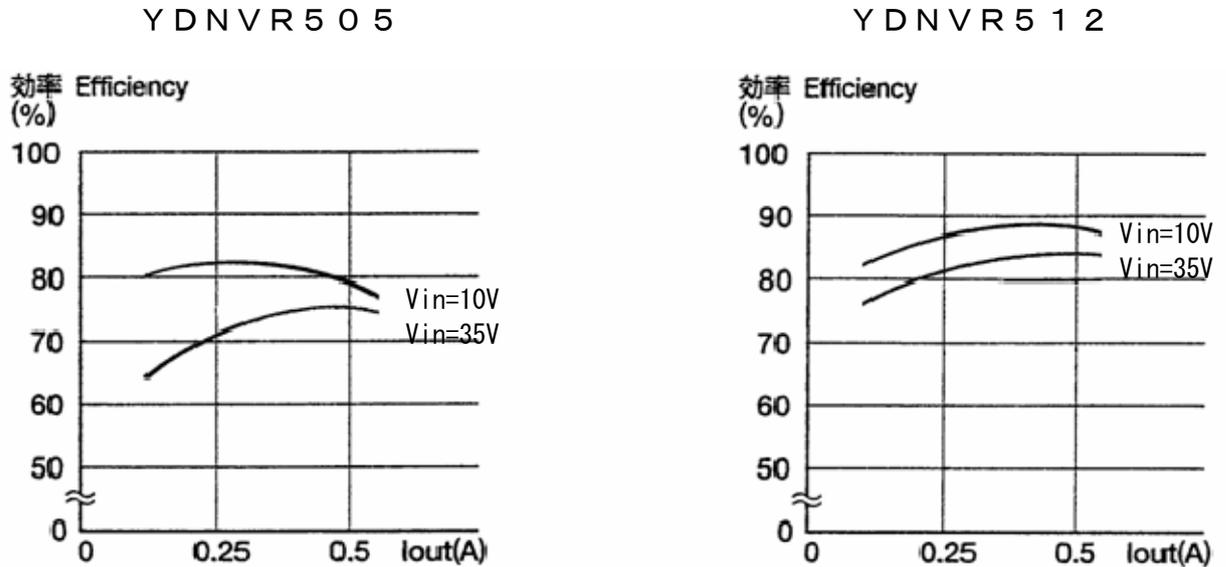
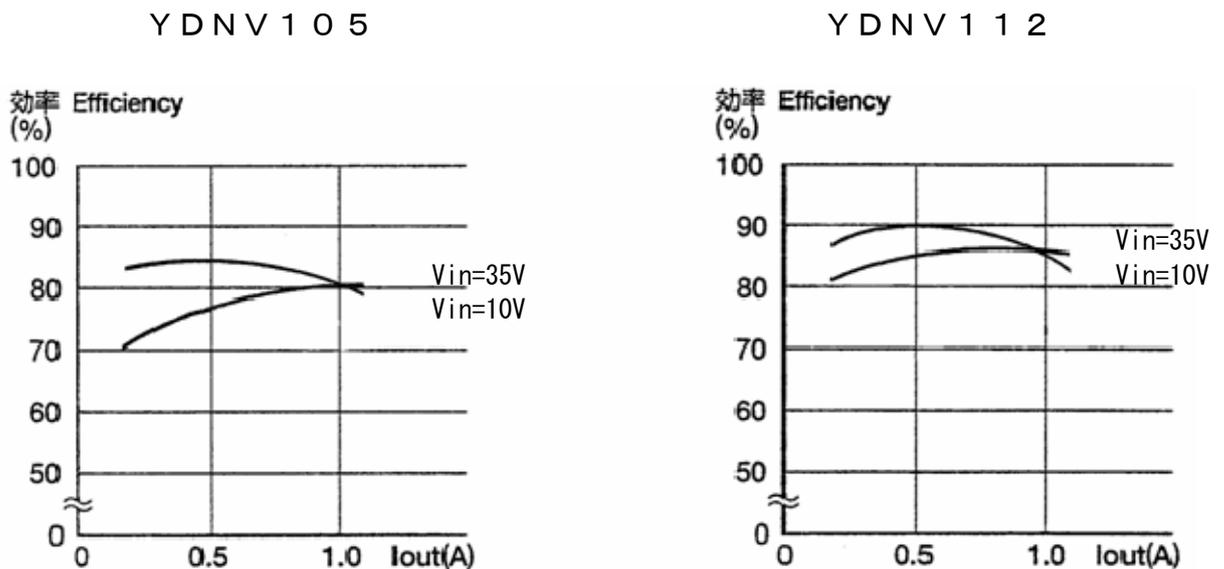

図6. YDNVR5シリーズの効率曲線 (Ta=25°C 代表例)
図7. YDNV100シリーズの効率曲線 (Ta=25°C 代表例)
①. 計算法
- c). 図6、図7の「効率曲線」から、b)の時の効率 η (%)を求めます。